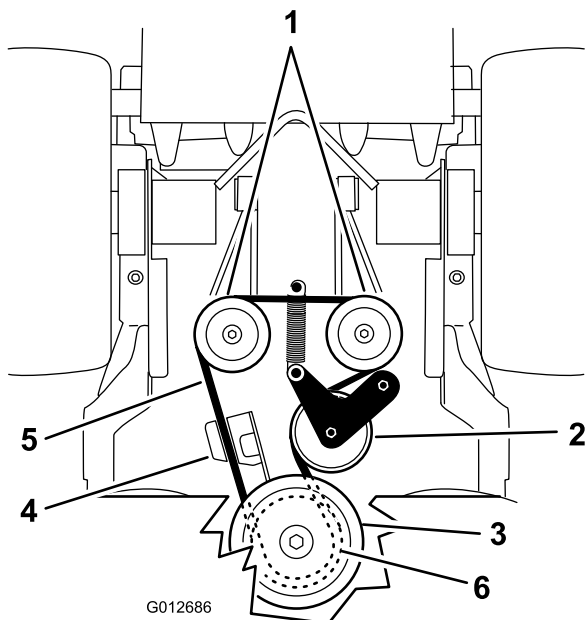

Figura 66
5. Desenganche el muelle de la polea tensora del bastidor (Figura 66).
7. Enganche el muelle tensor en el bastidor (Figura 66).